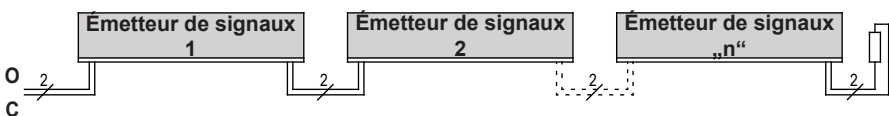

Figure 2 : Câblage de plusieurs émetteurs de signaux, exemple de la barre palpeuse
9.2 Raccordement de plusieurs émetteurs de signaux par circuit de signal (figure 2)
Un ou plusieurs émetteurs de signaux peuvent être raccordés sur l'entrée d'émetteur de signaux **O** ou **C**. Pour cela, les émetteurs de signaux individuels sont montés en série comme illustré (figure 2).